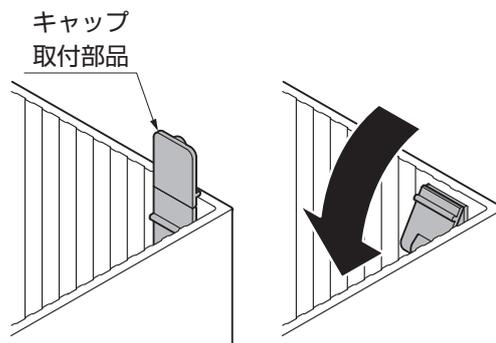

図14-6
- ③キャップ取付部品を折り曲げてください。(図14-6参照)
- ④150角キャップを150角柱にはめ込んでください。